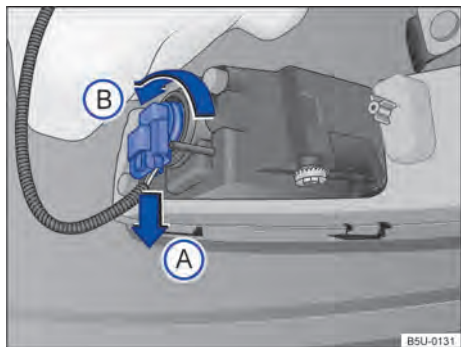

Fig. 151 Atrás do para-choque dianteiro: acesso à lâmpada incandescente do farol de neblina.
2. Desencaixar o conector de alimentação da lâmpada → Fig. 151 no sentido da seta (A), pressionar, ao mesmo tempo, a trava de fixação do conector.
- Girar o soquete da lâmpada → Fig. 151, no sentido anti-horário da seta (B), e desencaixá-lo do alojamento.